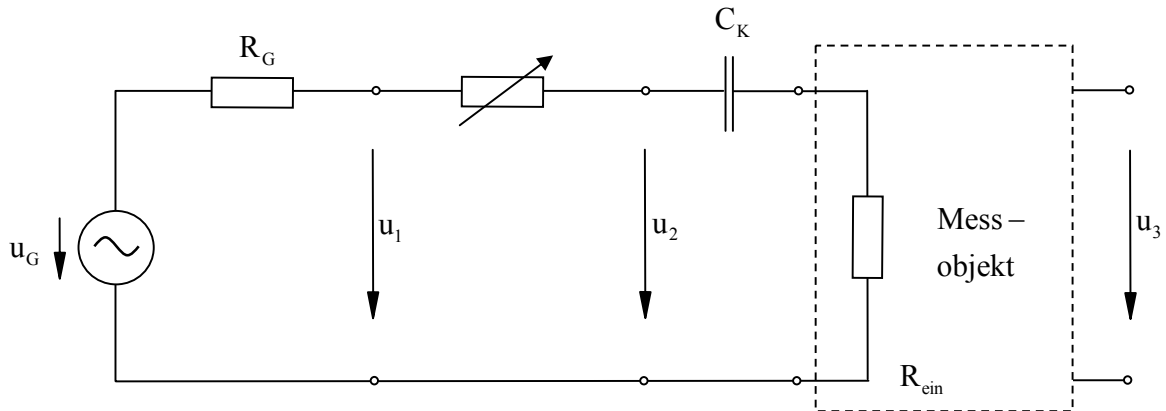

Bild 5
- 3.6 Messen Sie den Eingangswiderstand R_{ein} nach Teil 2.4.2, Bild 5.